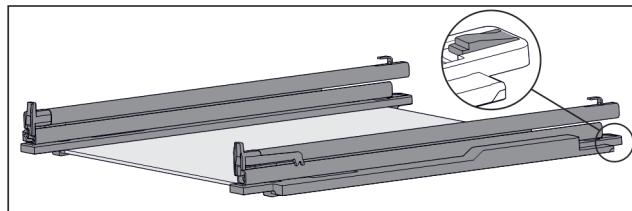

Fig. 149 Стъклена плоча с релси и задържащи части
- Натиснете надолу задържащата част отзад (виж Fig. 149) и едновременно с това избутайте релсата назад.